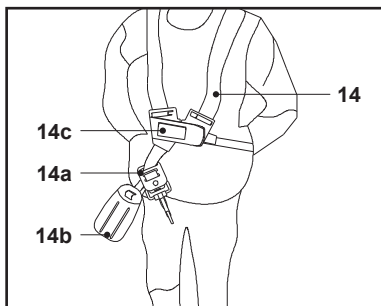

Fig. 10
1. Ajuster la position de l'anneau de suspension (10) si nécessaire. S'assurer qu'il est bien fixé à la perche supérieure (9) avant utilisation.
2. Placer le harnais (14) de telle sorte que :
- toutes les sangles soient tendues afin que la charge soit répartie uniformément sur les épaules (Fig. 10, 11).